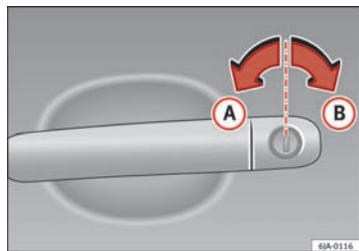

Fig. 46 Nøglepositioner ved låsning og oplåsning af bilen
– Drej nøglen i førerdørens låsecylinder i kørselsretningen (åbningsposition) **(A)** ⇒ Fig. 46.
– Drej nøglen i førerdørens låsecylinder mod kørselsretningen indtil låsepositionen **(B)** ⇒ Fig. 46.